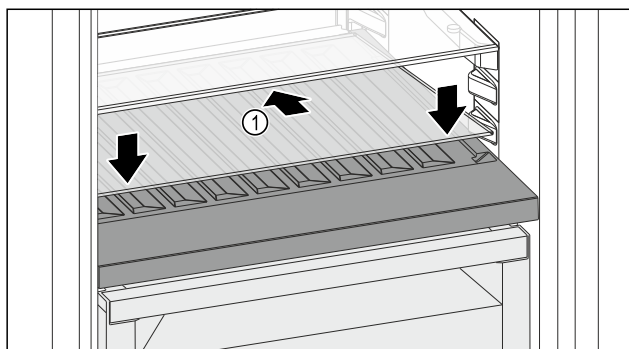

Fig. 135
- Placer la plaque de verre Fig. 135 (1) en biais et inclinée vers le bas.
- Abaisser l'avant de la plaque de verre Fig. 135 (1).